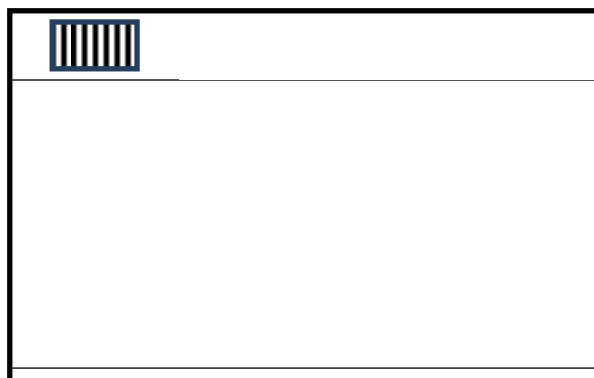

Рисунок 2 – Экран прибора в режиме измерения
**Режим измерения (SCAN)** – основной режим работы прибора, который обеспечивает отображение на экране результатов измерения, выбранную группу бумаги (картона), индикатор заряда батареи, как представлено на Рис. 2.